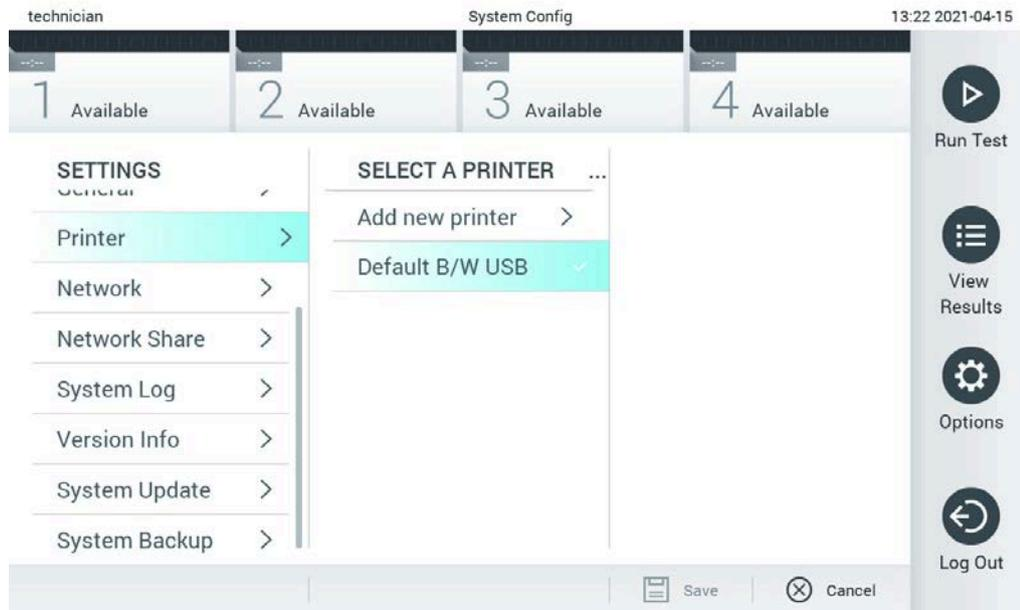

Figura 73. Selección de una impresora del sistema.
3. Seleccione una impresora de la lista de impresoras disponibles (figura 73).